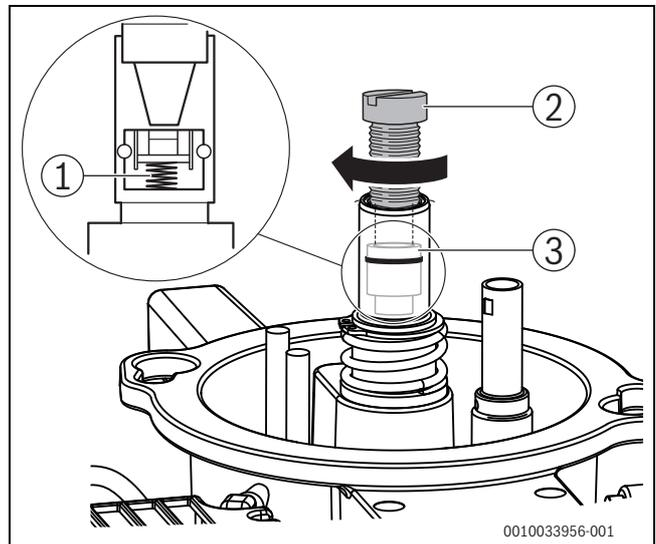

Bild 69 Abschlussventil austauschen
- Schraube M5 x 50 (→ Bild 69, [2]) einschrauben.
- Abschlussventil herausziehen (→ Bild 69, [3]).